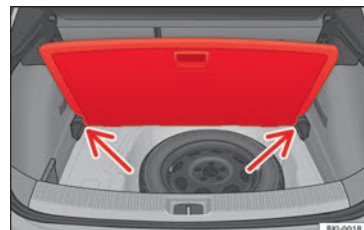

Bild 167 Löstagbart golv i bagageutrymmet: lutande position.
- Lyft upp det löstagbara golvet med handtaget ①, dra upp det och tryck det mot baksätets ryggstöd tills golvet viker sig längs gångjärnslinjen och den löstagbara delen av golvet vilar mot sig själv.
- Låt golvet vila på dess höljen » bild 167 (pilar).